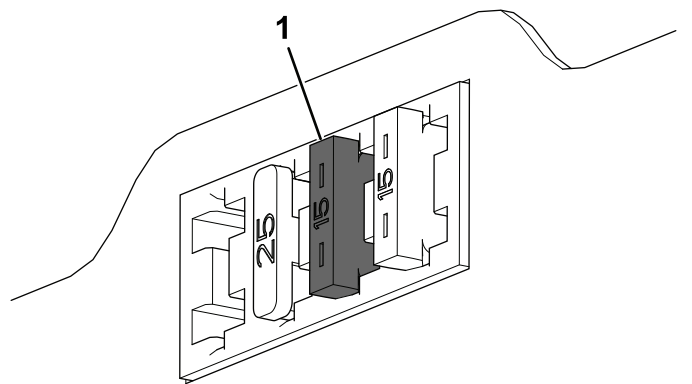

Figura 12
11. Inserite il fusibile (15 A) nella terza posizione da sinistra rispetto al portafusibili (Figura 12).